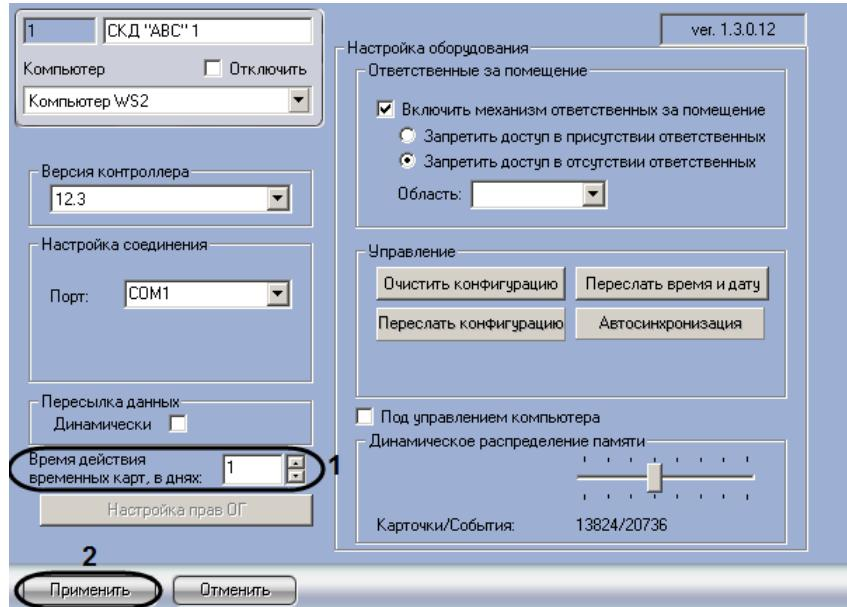

Рис. 3.2—5 Настройка времени действия временных карт
1. Перейти на панель настроек объекта **СКД “ABC”** (Рис. 3.2—5).
2. В поле **Время действия временных карт, в днях** ввести период времени в днях, на протяжении которого необходимо оставлять действующей временну карту доступа (см. Рис. 3.2—5, 1).
3. Нажать на кнопку **Применить** (см. Рис. 3.2—5, 2).